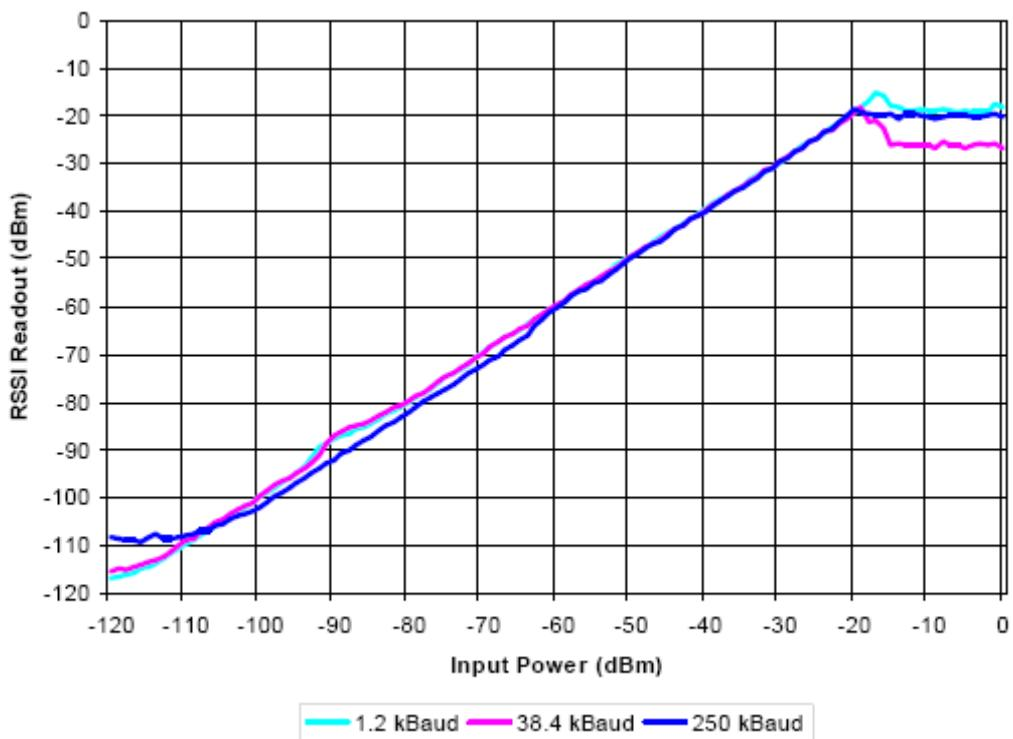
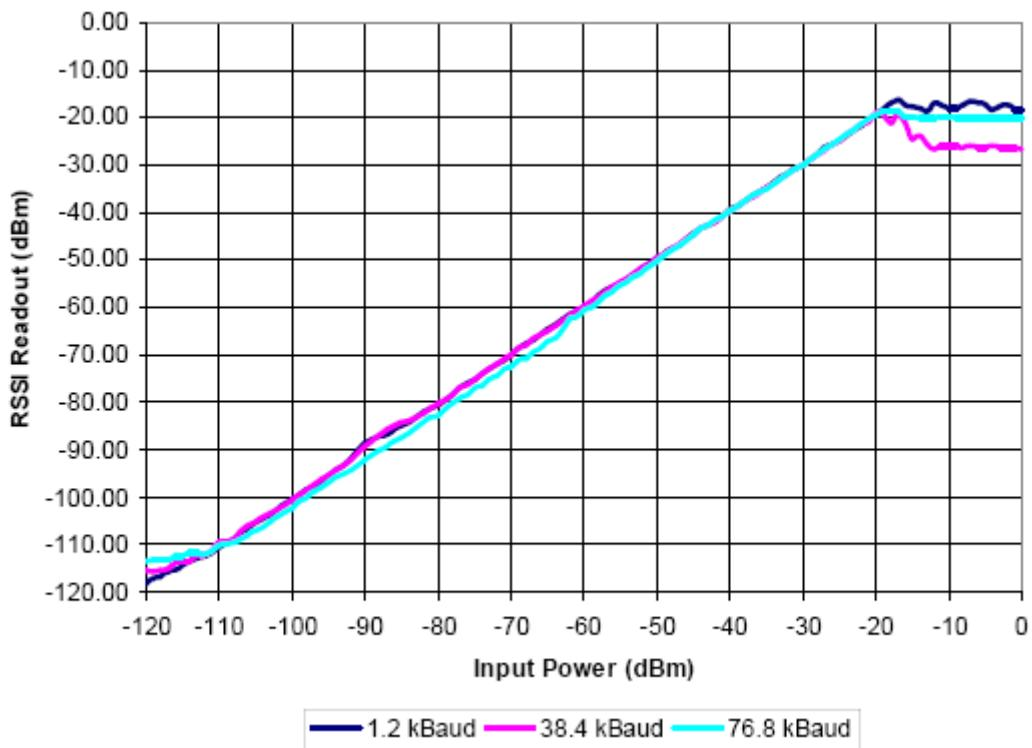

图 17 480 MHz 时不同数据速率下典型 RSSI 值与输入功率电平的关系
图 18 955 MHz 时不同数据速率下典型 RSSI 值与输入功率电平的关系
- 表 29 列举了 RSSI\_offset 的一些典型值。图 17 和图 18 为 RSSI 读数的典型曲线图, 其为不同数据速率下输入功率级的一个函数。